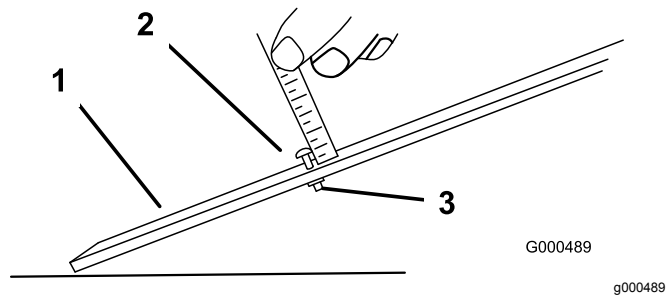

图18
2. 松开调刀尺上的螺母并将调节螺丝设定为所需的剪草高度图18。